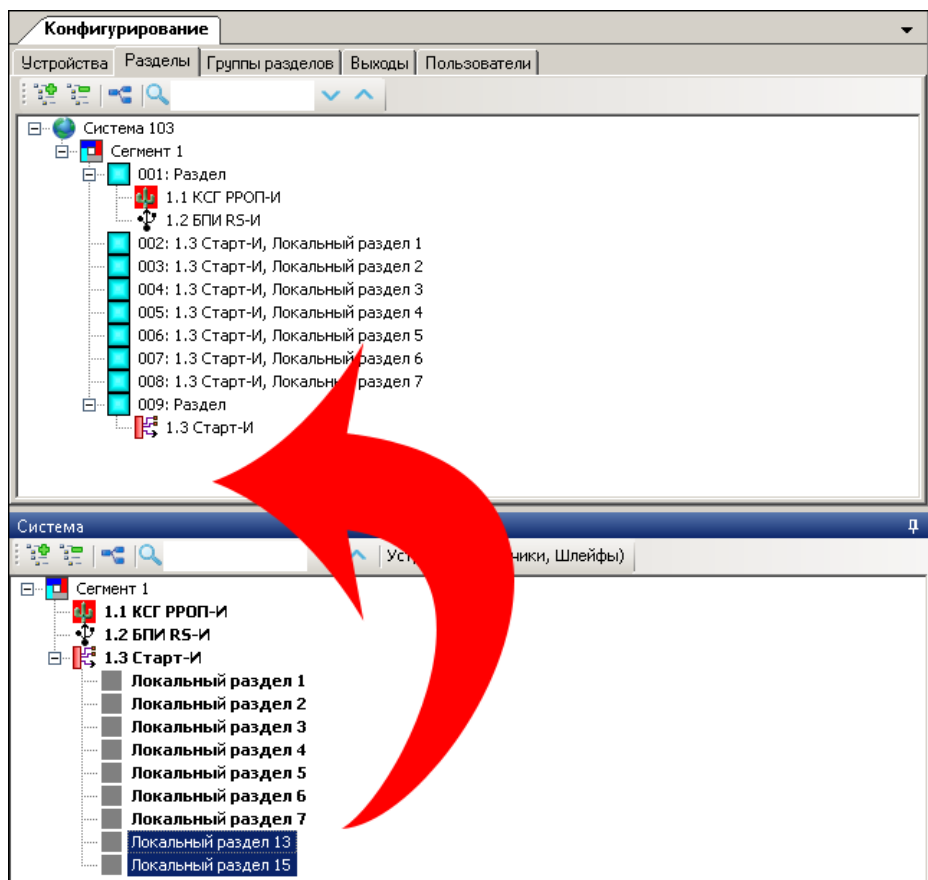

Рис. 9
4. Перейти на вкладку "Разделы" и перетащить локальные разделы с пультами в логику ИСБ (рис. 9).